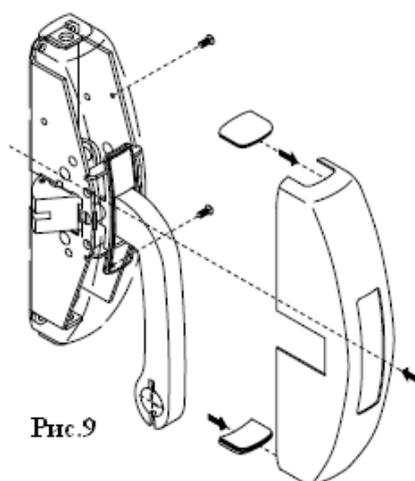

Рис.9
- 8) Разместите крышки на корпусах и зафиксируйте их при помощи четырех винтов М3 х 6, вставив при этом заглушки сверху и внизу крышки (Рис. 9).